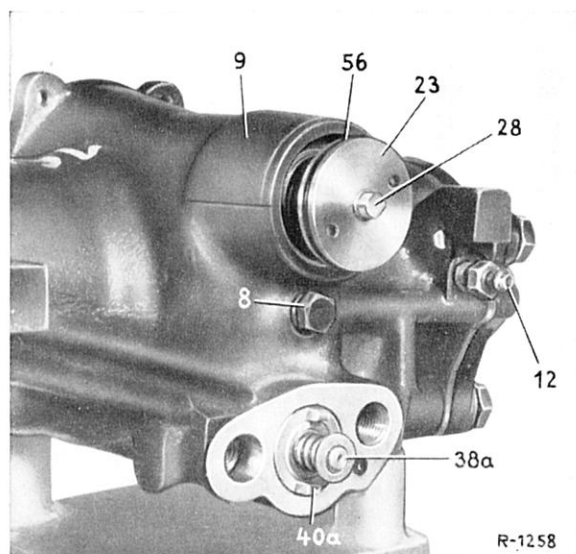

Bild 46–24/58
80 O-Ring (56) auf der Rundmutter (23) erneuern (Bild 46–24/58).
81 Rundmutter (23) mit dem Zapfenschlüssel 000 589 06 65 00 auf die Einstellschraube (28) aufschrauben (Bild 46–24/58 und 46–24/59).